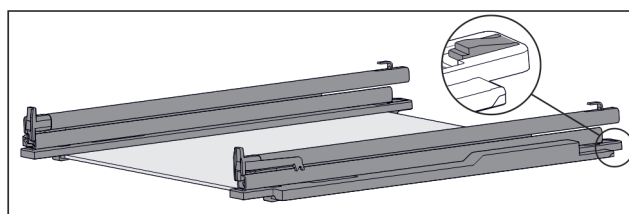

Fig. 48 Tablette en verre avec rails et pièces de retenue
- Pousser l'arrière de la pièce de retenue vers le bas (voir Fig. 48) et pousser dans le même temps le tiroir vers l'arrière.